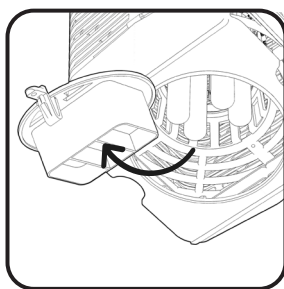

Fig. 2
4. Levante la rejilla para acceder a la bombilla. (Fig. 2)